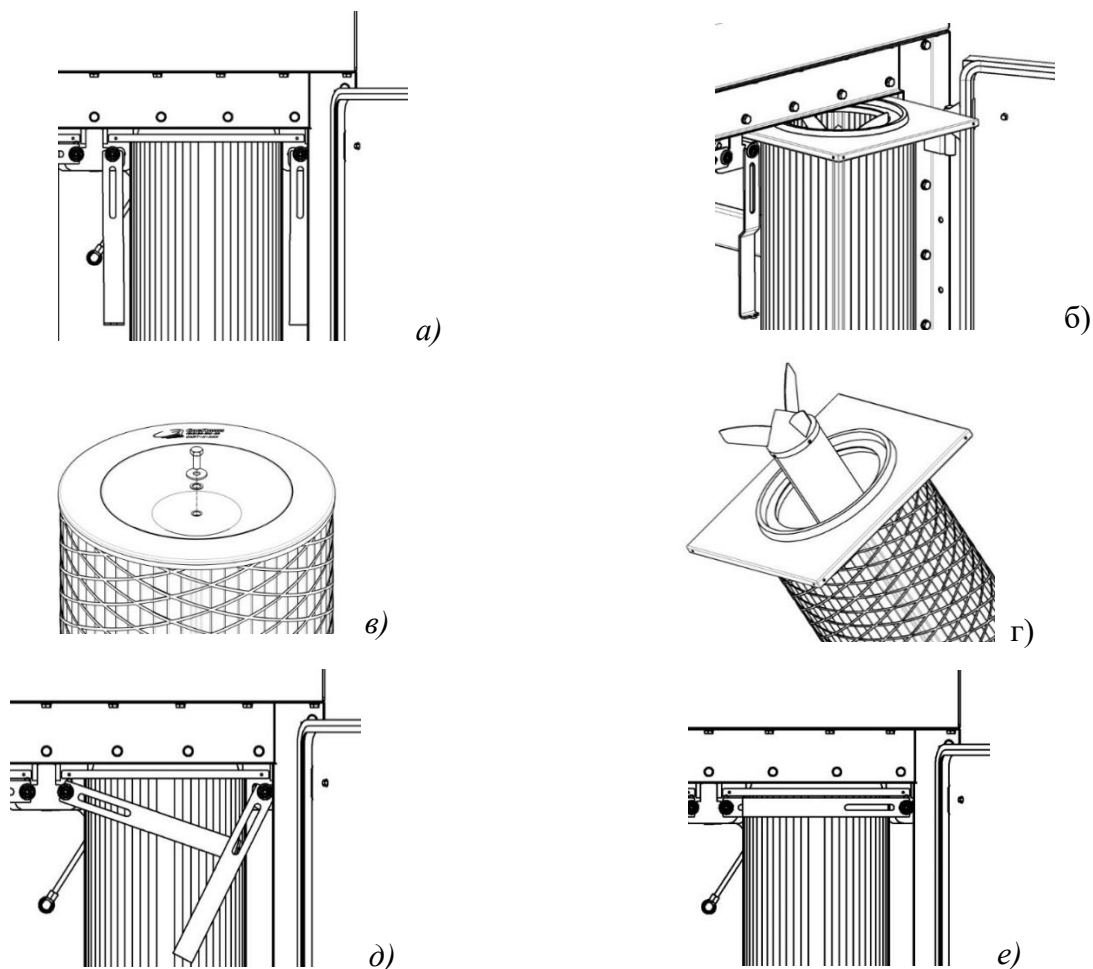

Рисунок 13
- 1) открыть дверь фильтра, предварительно открутив ручки, повернуть рычаги в положение «открыто», как показано на рисунке 13а, вытащить картриджи (рисунок 13б);
- 2) открутить на нижней крышке картриджа болт М8х20 и снять вместе с шайбами, извлечь обтекатель (рисунок 13, в, г), повторить процедуру для оставшихся картриджей;
- 4) взять новый картридж, собрать с обтекателем, закрепить его болтом М8х20 с шайбами, повторить действия для оставшихся картриджей, установить картриджи в фильтр, повернуть рычаги в положение «закрыто» (рисунок 13е), закрыть дверь фильтра, закрутить ручки.